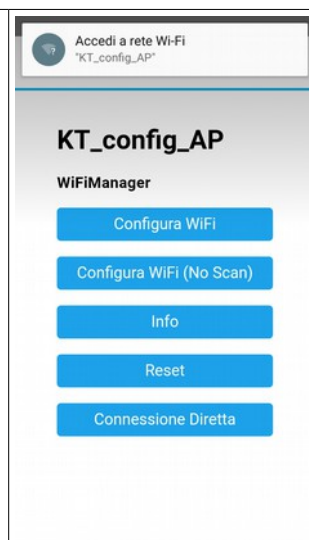

Fig 2
- 3) **Configurazione:** si aprirà una pagina come quella di Fig.2, selezionate Configura WiFi, dopo di che troverete le reti disponibili, scegliete la vostra connessione e chiederà di inserire la vostra password. Sotto lasciate tutto come lo trovate, ad eccezione degli ip.